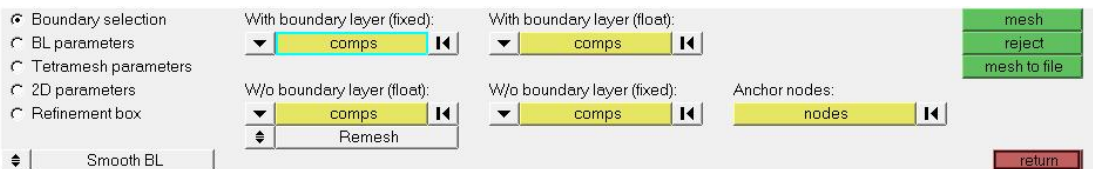

图 5-156 Boundary selection 面板
- (1) 选择 Mesh > Volume Mesh 3D > CFD tetramesh。
- (2) 选择 Boundary selection 面板，如图 5-156 所示。